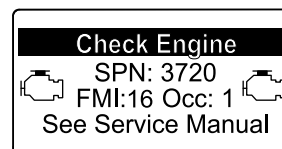

図 50
- エンジン警告 SPN 3720, FMI 16 図 50